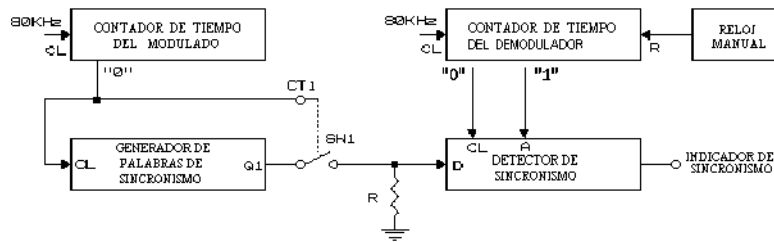

Figura 5.2
1. Arme el circuito de la figura 5.2.